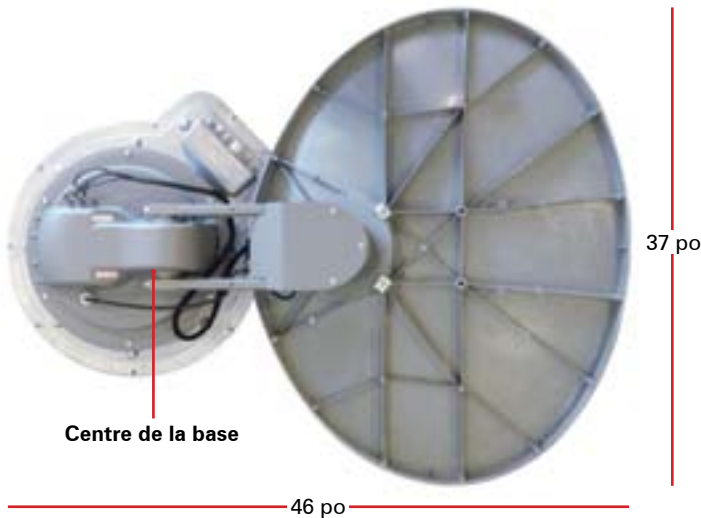

FIGURE 4. Espace sur le toit requis pour l'antenne
- c. Possède un espace sur le toit minimal de 116,48 x 93,98 cm (46 x 37 po) pour l'antenne (voir figure 4)